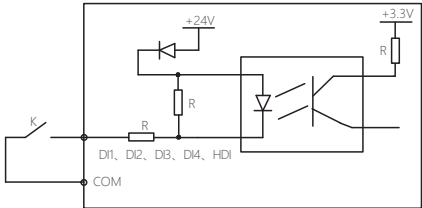

图5-14 使用内部+24V电源的接线方式
a) COM是DI1 ~ DI4及HDI的公共端子，端子固定接+24V。DI1 ~ DI4及HDI与外部典型的接线方式如图5-14和5-15所示：